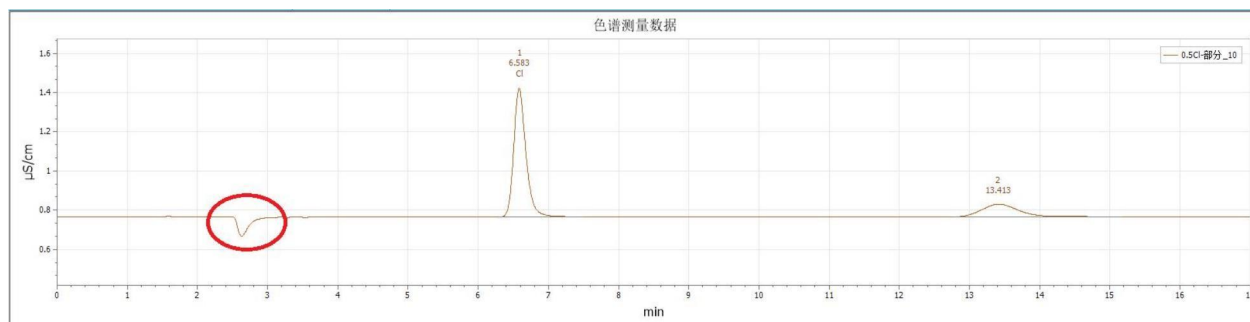

图 6-1
- a) 查看色谱图是否有水负峰，水负峰的位置如图6-1；
- b) 若存在水负峰，则确认其峰高。峰高确认方法为：单击谱图处理中的“添加负峰”，在图6-1所标负峰的前后位置选择负峰的起点和终点，软件会自动添加负峰，从结果表中读取对应负峰的峰高；